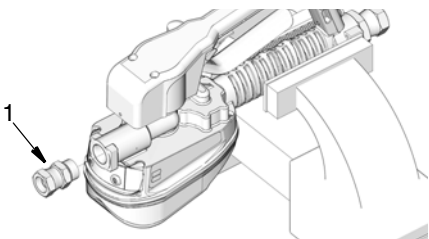

FIG. 3
3. Montare il raccordo (1) sulla mandata, come mostrato in FIG. 3. Serrare il raccordo con una chiave.